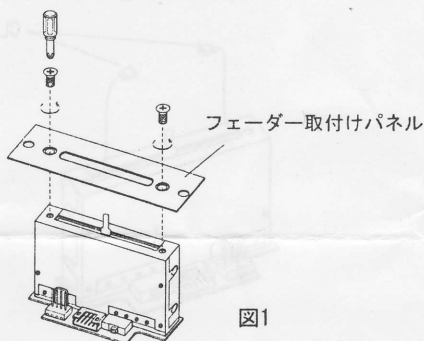

図1
①フェーダーユニットをお持ちのミキサーの取扱説明書に従って取り外してください。
②図1のように+ドライバーを使用してネジ2点を外し、フェーダー取付けパネルを外します。
⑤図1の逆の要領でフェーダー取付けパネルを取付けて下さい。
⑥ミキサーへの取付けは各ミキサーの取扱説明書に従って下さい。